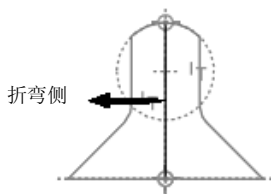
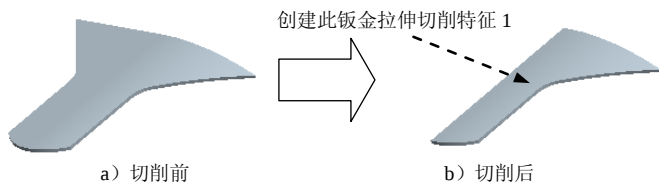
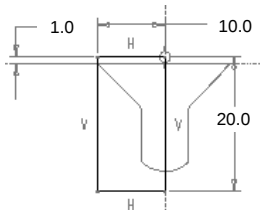
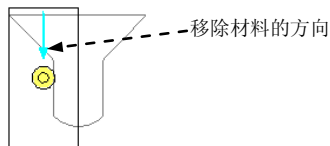

图 11.7.5 定义折弯侧和固定侧
图 11.7.6 创建钣金拉伸切削特征 1
图 11.7.7 截面草图
图 11.7.8 选取移除材料的方向
(7) 选择折弯侧。系统提示 指明在实体的哪一侧创建特征。选择 **Flip (反向)** 命令定义默认方向的反侧为折弯侧 (图 11.7.5)，然后选择 **Okay (确定)** 命令。
(8) 选择固定侧。系统提示 箭头指示着要固定的区域。拾取反向或确定。选择 **Okay (确定)** 命令，接受系统默认的固定侧方向。
(9) 在 **RELIEF (止裂槽)** 菜单中选择 **No Relief (无止裂槽)** **Done (完成)** 命令。
(10) 在 **SEL RADIUS (选取半径)** 菜单中选择 **Enter Value (输入值)** 命令，然后键入折弯半径值 20.0，并按 Enter 键。
(11) 单击信息对话框中的 **预览** 按钮，预览所创建的折弯特征，然后单击 **确定** 按钮。
Step3. 创建图 11.7.6 所示的钣金拉伸切削特征 1。选择下拉菜单 **插入(I) → 拉伸(E)...** 命令。选取基准面 **FRONT** 为草绘平面，基准面 **RIGHT** 为参照平面，方向为 **右**；创建图 11.7.7 所示的截面草图；单击 按钮，使用图 11.7.8 所示的箭头方向为移除材料的方向，深度类型为 (穿过所有)，材料移除的方向类型为 (移除垂直于驱动曲面的材料)。